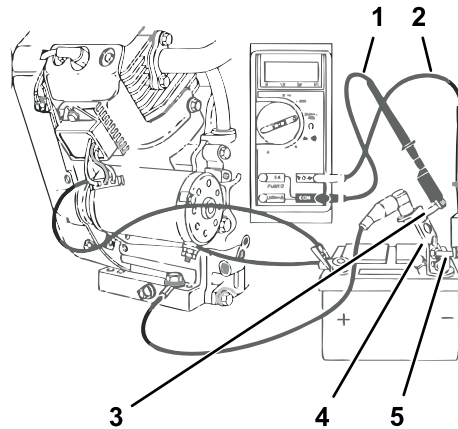

Figura 107
3. Inserte el cable de prueba rojo en el conector $V\Omega$ del polímetro. Conecte el otro extremo del cable de prueba rojo al borne del shunt Figura 107.